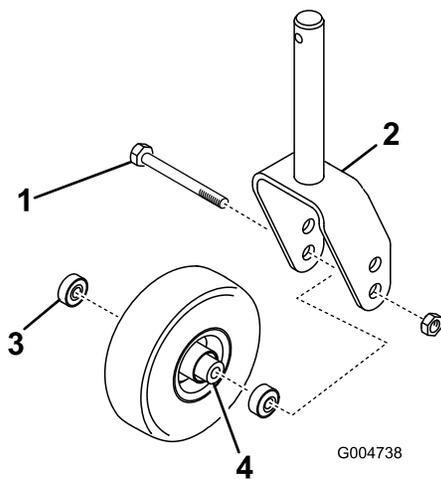
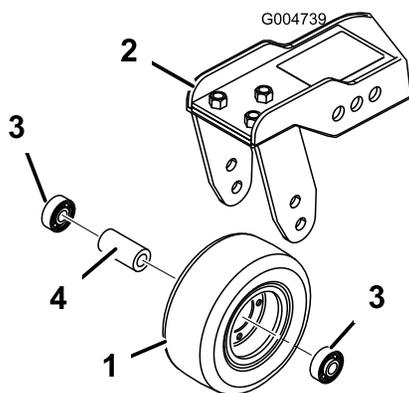

Рисунок 107
Рисунок 108
- Выверните контргайку с болта, удерживающего узел поворотного колеса между вилкой (Рисунок 107) или рычагом (Рисунок 108) поворотного колеса.
2. Извлеките подшипник из ступицы колеса и дайте выпасть распорной втулке подшипника (Рисунок 107 и Рисунок 108).